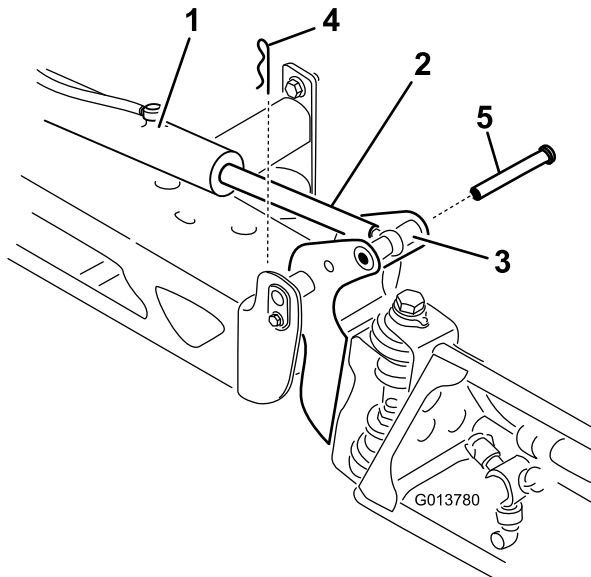

Figure 106
2. Retirez la goupille fendue de l'axe de pivotement (Figure 106).
3. Élevez la rampe et retirez l'axe (Figure 106), puis abaissez lentement la rampe au sol.
9. Tout en maintenant la rampe, insérez l'axe dans le pivot de rampe et la tige du vérin (Figure 106).